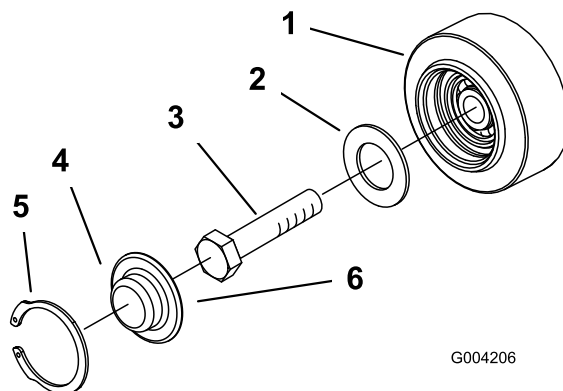

Рисунок 45
3. Снимите с опорного катка стопорное кольцо и колпачок (Рисунок 45).
4. Проверьте наличие смазки под колпачком и вокруг прокладки (Рисунок 45). Если она грязная, содержит песок, или истощилась, удалите всю смазку, замените прокладку и заложите свежую смазку.
6. Поместите наполненный смазкой колпачок опорного катка поверх головки болта (Рисунок 45).
7. Закрепите колпачок опорного катка стопорным кольцом (Рисунок 45).